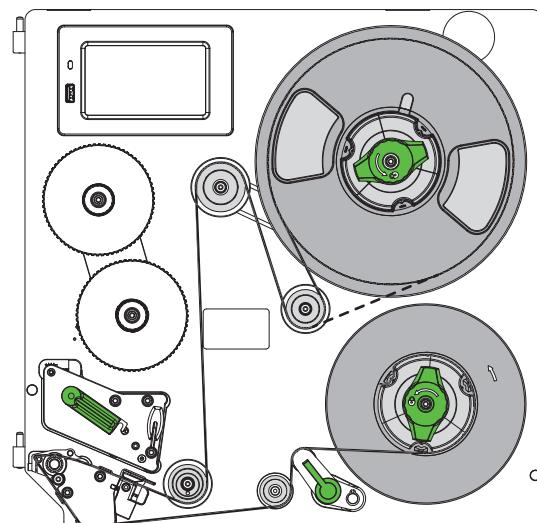

Рис. 13 Ход этикеток
1. Поверните рычаг (4) против часовой стрелки, чтобы приподнять печатающую головку (2).
3. Вставьте полоску этикеток (5) согласно Рис. 13 в печатную секцию. Штриховая линия относится к этикеткам с внутренней намоткой.
4. Проведите полоску этикеток через оптический датчик (3) к датчику наличия (1) и сдвиньте к монтажной стенке до упора. Сторона этикеток для печати должна быть направлена вверх.
5. Вытяните этикетки над датчиком наличия (1) настолько, чтобы полоска через систему тяг доставала до внутреннего намотчика. Удалите этикетки с материала подложки, выступающего над датчиком наличия.